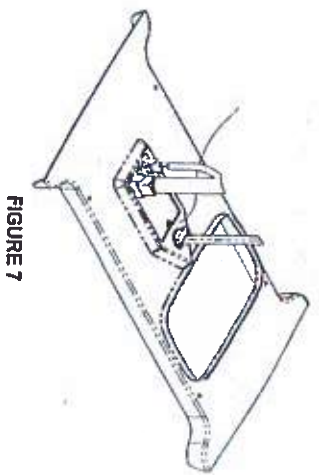

FIGURE 7
F. Branchez la conduite électrique de la pompe à chaleur de toit dans la prise à 3 positions de la façon illustrée dans la Figure 7.
G. Si vous installez l'ensemble de chauffage facultatif, retirez le couvercle de la prise à 2 positions et branchez le cordon d'alimentation du réchauffeur dans la prise de la façon illustrée dans la Figure 7.
C. Soulevez la chute de l'ensemble de plafond et installez le câblage d'alimentation à travers le serre-câble et dans la boîte de connexion de façon à ce que 10 à 15 cm (4 à 6 po) de câblage se situe dans la boîte. Serrez le serre-câble sur la gaine du câble d'alimentation afin d'en interdire le mouvement (voir Figure 7).